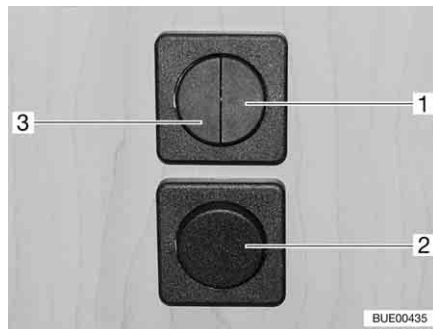
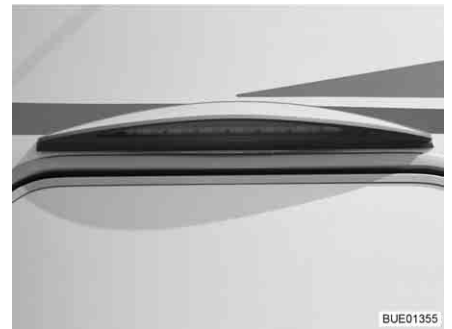

Bild 40 Ljusbrytare
Bild 41 Förtältsbelysning
- Belysning för sittgruppen (Bild 40,1)
- Förtältsbelysning (Bild 40,2 och Bild 40,3)
- ▷ På modeller, som saknar ljusbrytaren (Bild 40,2), används vippkontakten (Bild 40,3) för förtältsbelysningen (Bild 41).